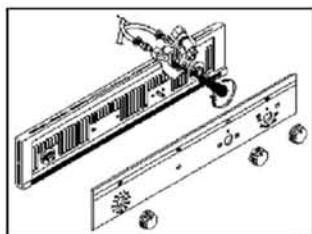

Рис. 4
-при наличии стеклянной передней панели, она должна сниматься путём отвинчивания двух крепёжных винтов (Рис. 4)